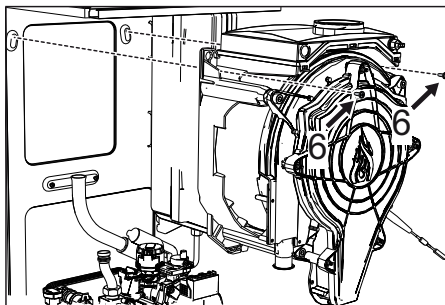

fig. 51
- Togliere le 2 viti **superiori** "6" di fissaggio scambiatore al telaio (fig. 51)